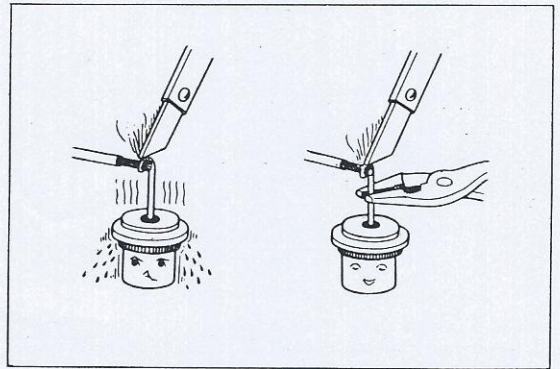

Fig. 6-49 Fusion du brasage
3. Pour séparer les fils, maintenir le fil de redresseur avec des pinces plates pour empêcher le redresseur de chauffer, et fondre les parties brasées à l'aide d'un fer à souder électrique de 100-200 watts qu'on appliquera 2 à 3 secondes. (voir Fig. 6-49, 6-50)